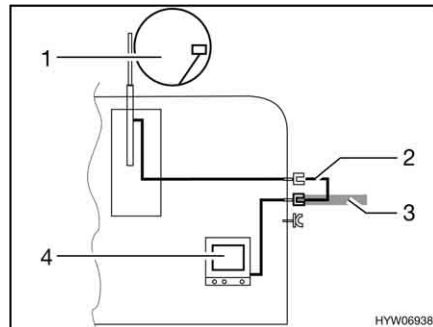

Bild 154 TV im Fahrzeug
- TV im Fahrzeug (Bild 154,4): Anschluss an Dachantenne (Bild 154,1) mit Verbindungskabel (Bild 154,2)
- TV im Fahrzeug (Bild 154,4): Anschluss an externe Antenne (Bild 154,3)